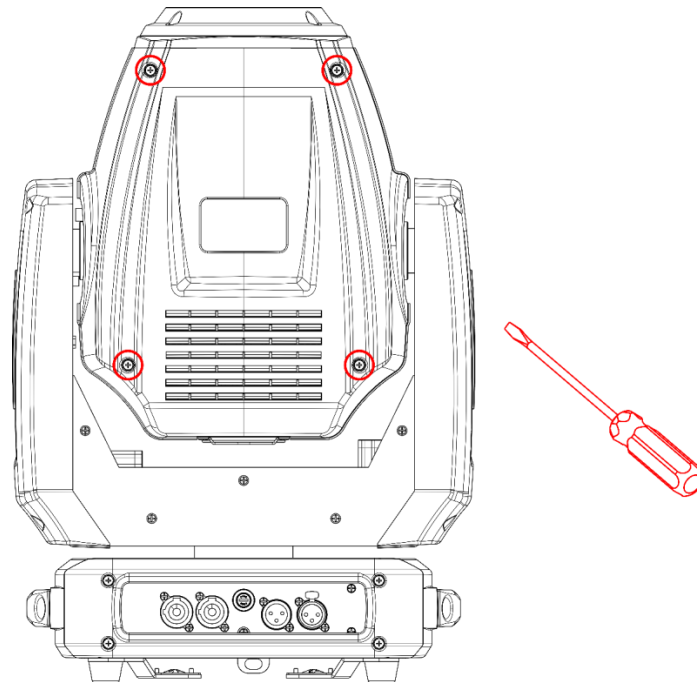

Fig. 13
- 03) Afloje los 4 tornillos de la cubierta de la cabeza móvil como se indica en la Fig. 13.